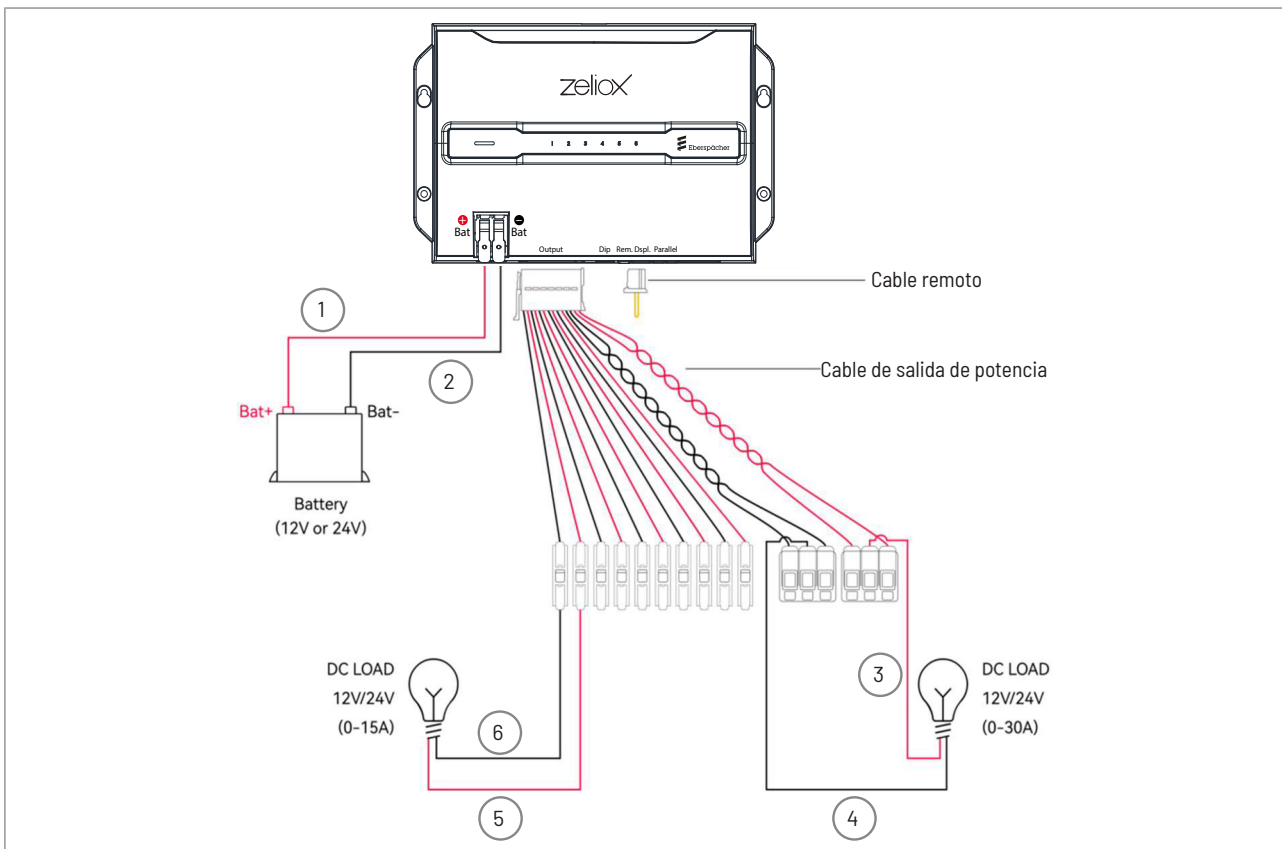

Figura 3: Cableado individual del
- > Retire la tapa antipolvo del terminal de entrada, conecte BAT- al terminal negativo de la batería y conecte BAT+ al terminal positivo de la batería. Consulte, por favor, Figura 3.
- > Conecte la salida - a la carga CC-, y conecte la salida + a la carga CC+. Consulte Figura 3.